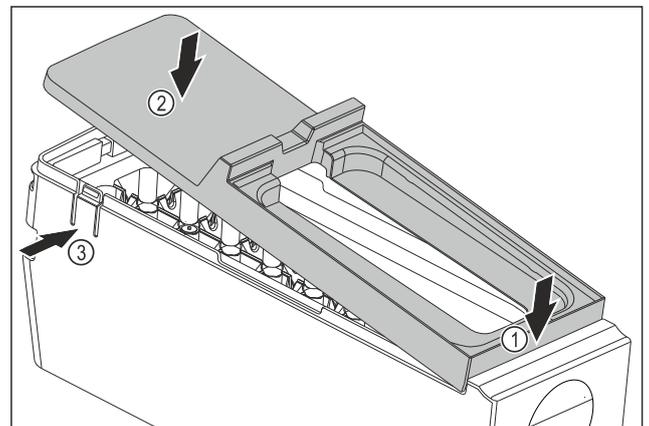

Fig. 133
- ▶ Monter le couvercle du corps de l'EasyTwist-Ice : Placer le couvercle à l'avant. Fig. 133 (1)
- ▶ Abaisser le couvercle à l'arrière. Fig. 133 (2)
- ▷ L'enclenchement du couvercle dans les deux languettes Fig. 133 (3) se fait entendre.